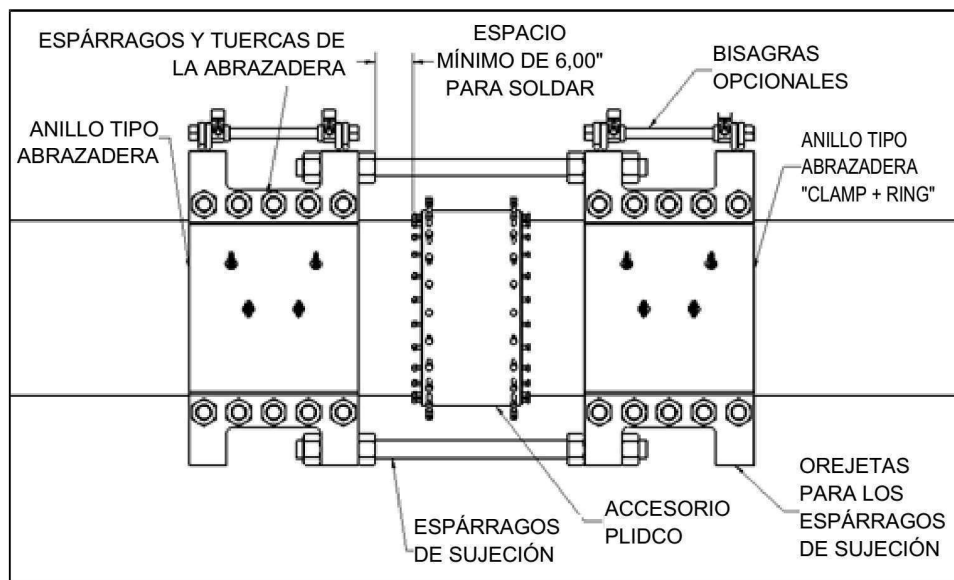
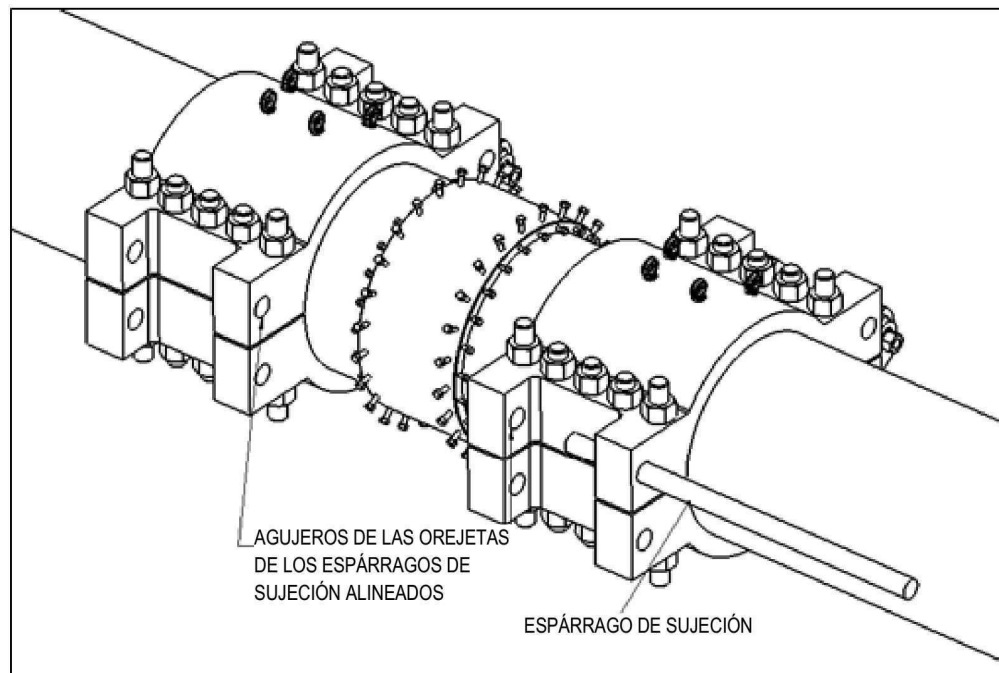

Figura 4
Figura 5
6. Deje aproximadamente seis (6) pulgadas de espacio disponible entre las tuercas interiores de los espárragos de sujeción y el Accesorio PLIDCO. Esto debe permitir un espacio adecuado para soldar el Accesorio PLIDCO si fuese necesario. Si el accesorio PLIDCO no se va a soldar, el anillo tipo abrazadera "PLIDCO Clamp+Ring" se puede colocar más cerca si así se desea. Vea la Figura 4 para esta configuración y los componentes etiquetados del anillo tipo abrazadera "PLIDCO Clamp+Ring".
7. Con los anillos tipo abrazadera colocados sin apretar alrededor de la tubería, alinee los orificios de los espárragos de sujeción y luego inserte estos últimos como se muestra en la Figura 5. Apriete a mano una tuerca a cada lado de las orejetas para obtener un total de cuatro tuercas por cada espárrago de sujeción como se muestra en la Figura 4. Para asegurarse de que haya un acoplamiento completo de la tuerca, los espárragos deben prolongarse como mínimo 1/4 pulgada (6.4 mm o dos roscas) más allá de las tuercas externas. Las tuercas de los espárragos de sujeción sólo necesitan ser apretadas para evitar que las tuercas se aflojen con el tiempo debido a las vibraciones. Una pretensado en los espárragos de sujeción no es deseable y podría ser perjudicial.